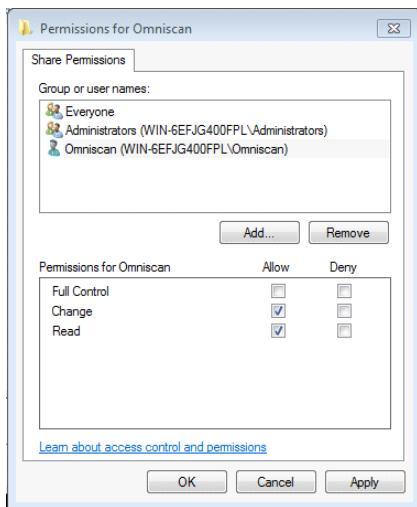

Рис. 7-33 Окно Разрешения для Omniscan (Windows 7)
14. В диалоговом окне **Permissions for Omniscan** выберите **Change** (Изменить) и **Read** (Чтение) в колонке **Allow** (Разрешить) для пользователя **Omniscan** и нажмите **OK** (см. Рис. 7-33 на стр. 233).